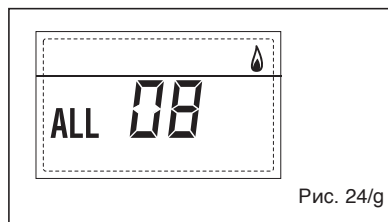

Рис. 24/г
**– НЕПОЛАДКА ДОПОЛНИТЕЛЬНОГО ДАТЧИКА “ALL 10” (рис. 24/л)**
**КОТЕЛ С АККУМУЛИРОВАНИЕМ:** Неполадка датчика котла (SB). Когда датчик открыт или замкнут, на дисплее появляется аномалия ALL 10. котел работает, но не выполняет модуляцию мощности в контуре горячей воды.